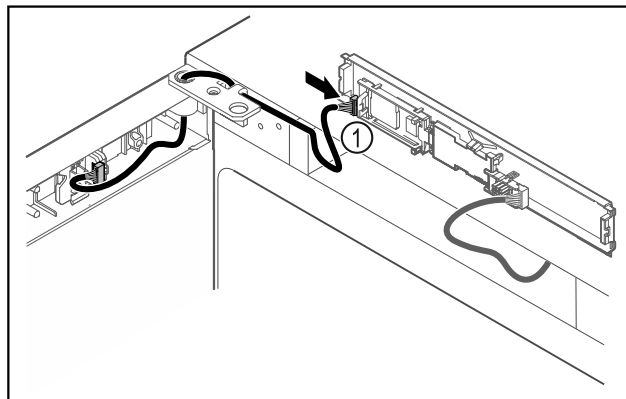

Fig. 50
- ▶ Vtič Fig. 50 (1) priključite na tiskano vezje.